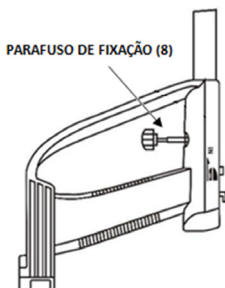

Figura 3: Parafuso de fixação (8) a ser conectado na parte inferior do suporte para manuseio (3).
D) O suporte para manuseio (3) possui um pino de encaixe a ser conectado no buraco localizado na parte inferior da caixa de controle (2). No local há a indicação de sentido de encaixe a ser seguido, denominado como IN, por uma seta;
E) Insira o parafuso de fixação (8) na parte inferior do suporte para manuseio (3), conforme a figura 3 abaixo: